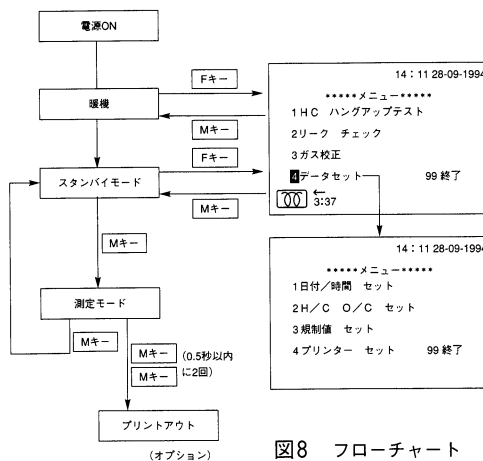
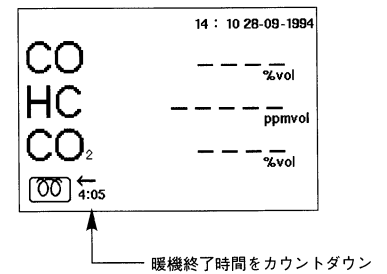

図8 フローチャート
図9 暖機表示
(4) 使い易さ
- ① 測定の開始、終了は“測定キー” 1つを押すだけ。図8に測定のフローチャートを示す。
- ② 暖機時間は5分に(従来機比1/2)短縮。
- ③ 暖機終了時間とゼロ/内部感度校正時間をカウントダウン方式で表示(図9)。
- ④ 操作は全てワンタッチキー方式。
- ⑤ ガス校正や据付時のデータ入力の操作手順は対話方式で表示。
- ⑥ フレキシブルなプローブでさまざまな車種に対応可能。
- ⑦ LCD表示は字高18mmと大きく、バックライト付きで見やすい。